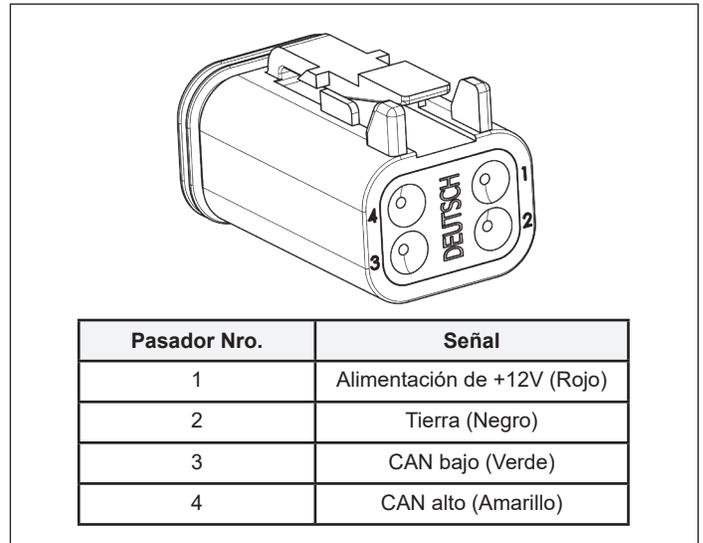

Figura 5: Insertar los cables
4. Introduzca cuidadosamente el terminal en la parte posterior del conector alemán de 4 pines suministrado. Asegúrese de que el extremo engarzado no tenga salientes afilados que puedan dañar el sello de silicona. *Consulte la figura 5 para ver la forma correcta de insertar los cables.*